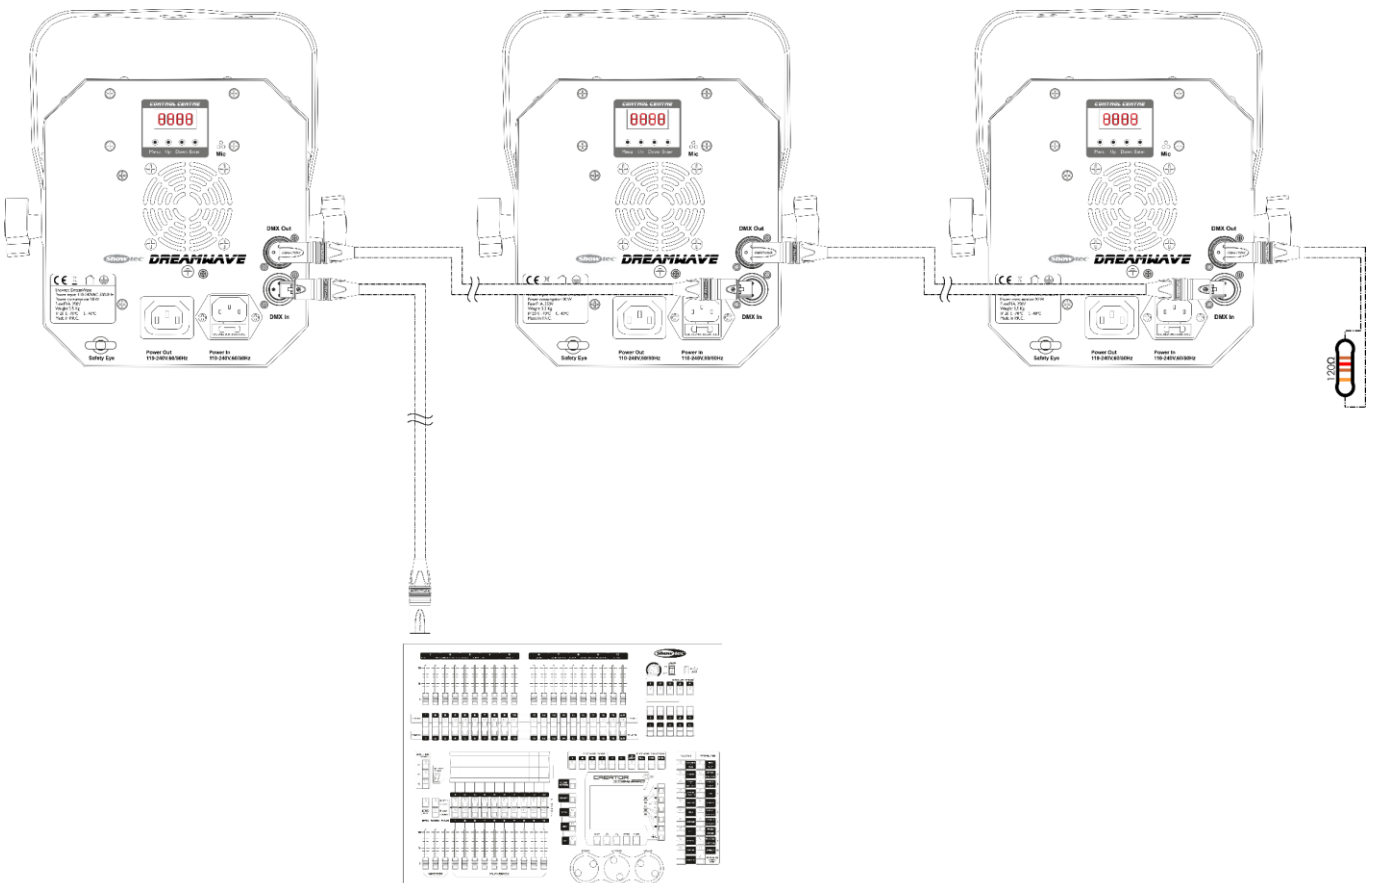

Abb. 05
- 04) Verbinden Sie die Geräte wie in Abb. 05. Schließen Sie den DMX-Ausgang des ersten Geräts mit einem DMX-Kabel an den Eingang des zweiten Geräts an. Wiederholen Sie diesen Vorgang, um das zweite und dritte Gerät ebenfalls anzuschließen.